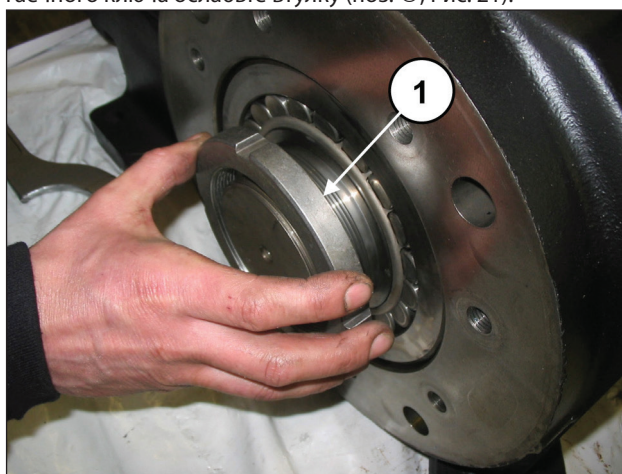
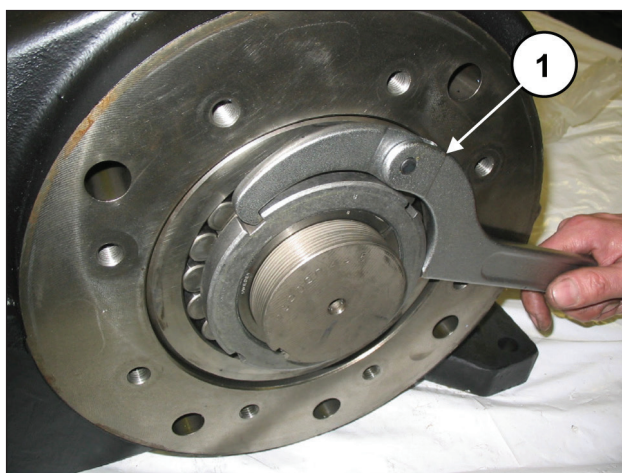

Рис. 20
Рис. 21
Навинтите кольцевую гайку типа SKF KM19 на прижимную втулку (поз. ①, Рис. 20), а затем с помощью подходящего гаечного ключа ослабьте втулку (поз. ①, Рис. 21).